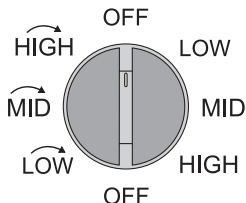

Figura 3 Interruptor de control
- El dispositivo tiene un interruptor de velocidad de 8 posiciones (ver Figura 3). Seleccione la función deseada (ver tabla) con el interruptor.